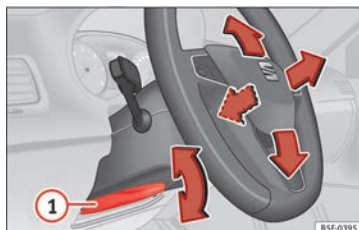

Fig. 19 Leva nella parte inferiore del lato sinistro del piantone dello sterzo.
• Regolazione della posizione del volante: tirare la leva » **fig. 19** ① verso il basso, muovere il volante verso la posizione desiderata e risollevare la leva fino al punto di chiusura.